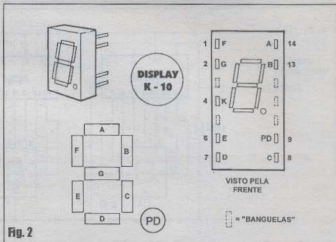

Fig. 2
- FIG. 2 - DETALHANDO O DISPLAY ESTREITO (K-10) - Como se trata de um componente em modelo e código não costumadamente utilizados nas nossas montagens, vamos *dar um boi* para a terna, detalhando o *display* de LEDs indicado na LISTA DE PEÇAS... Ao contrário dos *displays* padrão, que são mais *quadrados*